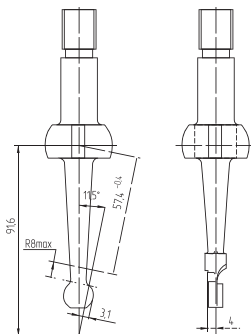

Рис. 10
4. Приобретите механизм переключения РК с каталожным номером 3163-00-1803010-00. При покупке убедитесь, что сам рычаг имеет конфигурацию согласно **Рис. 10**. Если до установки стоял однорычажный механизм старого образца, то возможно заменить рычаг переключения передач РК 3160-1803070 выпуска не ранее сентября 2009 г. со специальной проточкой на нижнем конце рычага.